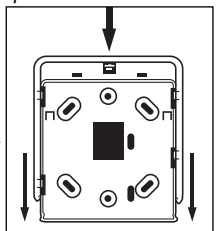

FIGURA 1
- Deslice la placa de montaje que está en la parte posterior de la alarma de CO y levántela de la base. Vea la Figura 1.